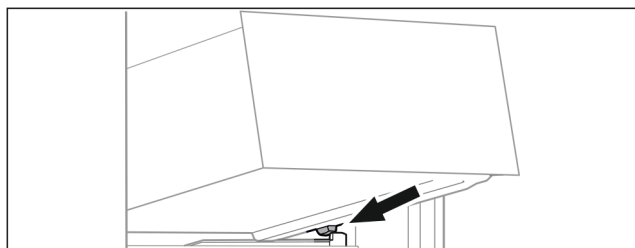

Fig. 69
- Schubfach schräg hinter den Stopperrahmen auf Behälterrippe aufsetzen. (siehe Fig. 69)